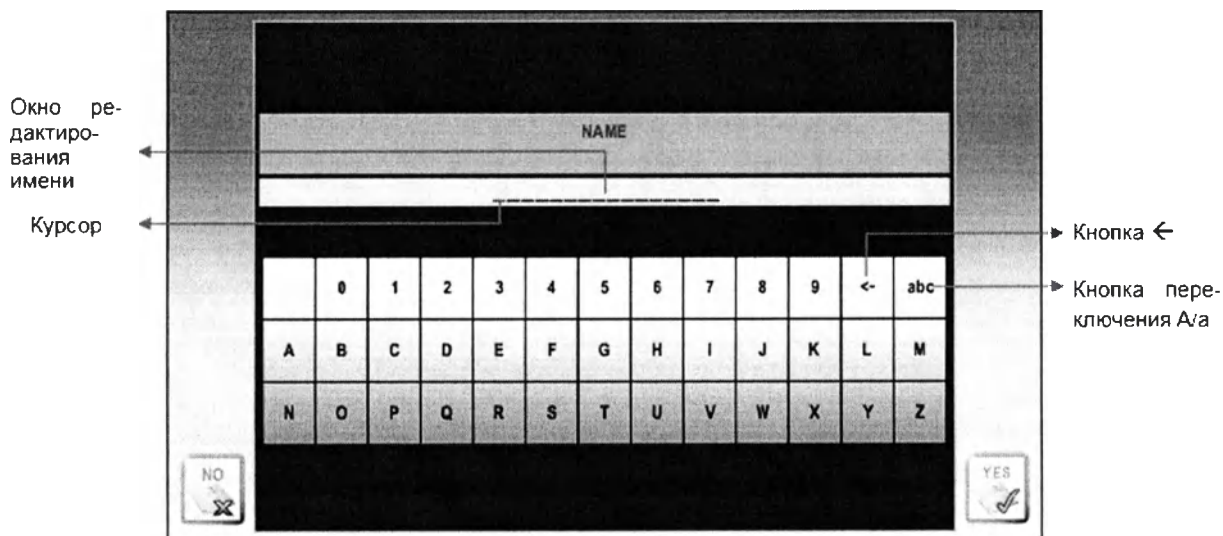

Рисунок 25 – Экран ввода имени
- Имя пациента отображается при прокрутке в верхнем правом углу экрана (см. рис. 25). Имя пациента будет распечатано на заключении.